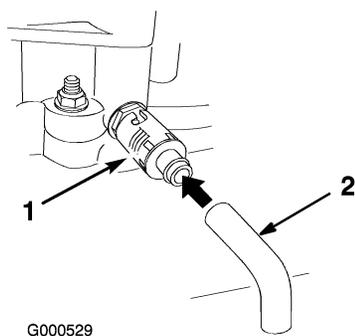

Figura 26
6. Collocate una bacinella sotto il tubo di spurgo. Girate la valvola di spurgo dell'olio per lasciare defluire l'olio (Figura 26).
8. Togliete il tappo di spurgo (Figura 26).